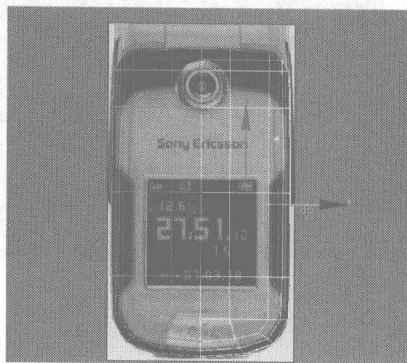

图 4.37
- 02** 取消所有的编辑模式，选择刚分离出来的面片物体，在工具栏中单击 按钮，在弹出的对话框中依照默认值进行设置镜像参数，将选择的物体镜像，然后在 Front 视图中将镜像的面片物体移动到如图 4.37 所示的位置。